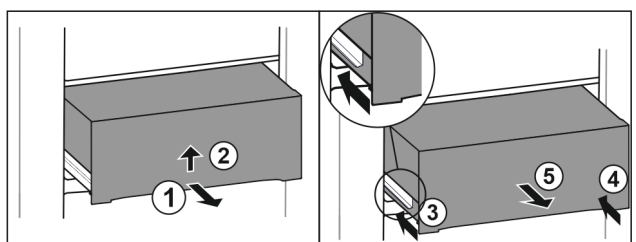

Fig. 43
- 将抽屉拉出一半。 Fig. 43 (1)
- 从底部抬起抽屉。 Fig. 43 (2)
- 推入左侧轨道。 Fig. 43 (3)
- 推入右侧轨道。 Fig. 43 (4)
- 朝前取出抽屉。 Fig. 43 (5)